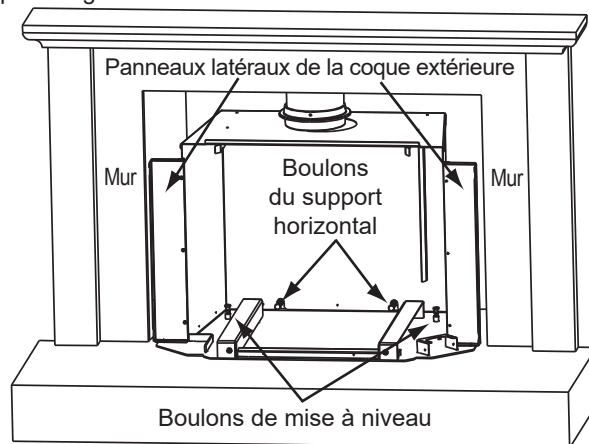

Figure 19.4
2. Utilisez les boulons de mise à niveau pour mettre la coque extérieure à niveau (Figure 19.4).